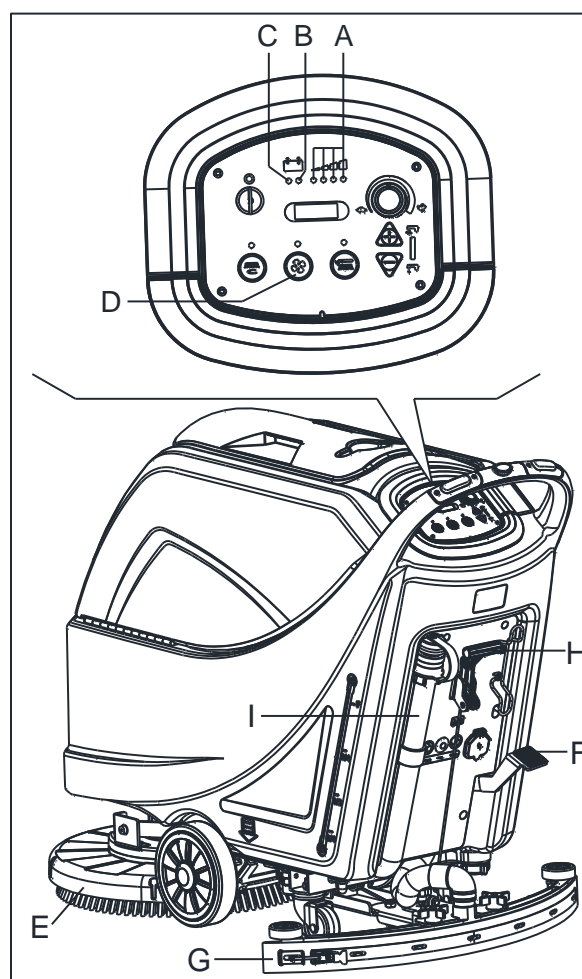
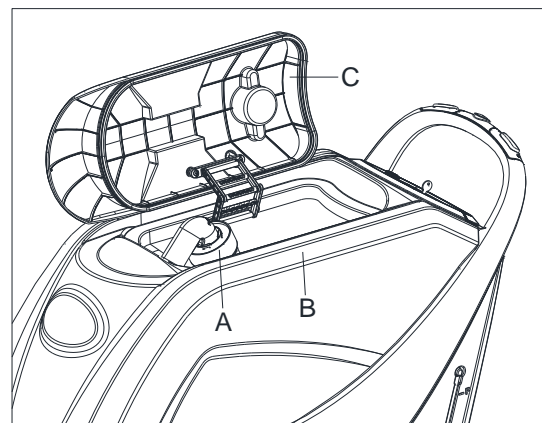

Figura 10
Figura 11
Enquanto a luz de aviso verde (A, Figura 10) estiver ligada, as baterias permitem que a máquina funcione normalmente. Quando a luz de aviso verde (A) se desligar, e a luz de aviso amarela (B) se ligar, recomendamos que carregue as baterias, uma vez que a carga restante só durará alguns minutos (dependendo das características da bateria e do trabalho a ser realizado). Quando a luz de aviso verde (C) se ligar, as baterias estão completamente descarregadas. Após alguns segundos, o suporte de escova / esponja é desligado completamente, enquanto que o sistema a vácuo e (só para máquinas com tracção) o sistema de direcção ficam ligados para terminar de secar o chão e conduzir a máquina para a área de carregamento.
Um sistema de desligar automático (A, Figura 11) para o sistema a vácuo quando o tanque de recuperação (B) está cheio. A desactivação do sistema a vácuo é assinalada por um aumento súbito na frequência de ruído do motor do sistema a vácuo e o chão não é seco.
Se o sistema a vácuo for desligado acidentalmente (por exemplo, quando a búa é activa devido a um movimento súbito da máquina), para continuar a operação: desligue o sistema a vácuo pressionando o interruptor (D, Figura 10), abra o revestimento (C, Figura 11) e verifique se a búa dentro da grelha (A) desceu para o nível da água. De seguida, feche o revestimento (C) e ligue o sistema a vácuo pressionando o interruptor (D, Figura 10).
Quando o tanque água de recuperação (B, Figura 11) estiver cheio, esvazie-o de acordo com os seguintes passos.
2. Levante o convés do suporte de escova/esponja (E, Figura 10) pressionando o pedal (F, Figura 10). (só para máquina de disco).
3. Levante o squeegee (G Figura 10) com a alavanca (H Figura 10).
5. Esvazie o tanque de água de recuperação com a mangueira (I Figura 10). De seguida, limpe o tanque (B, Figura 11) com água limpa.